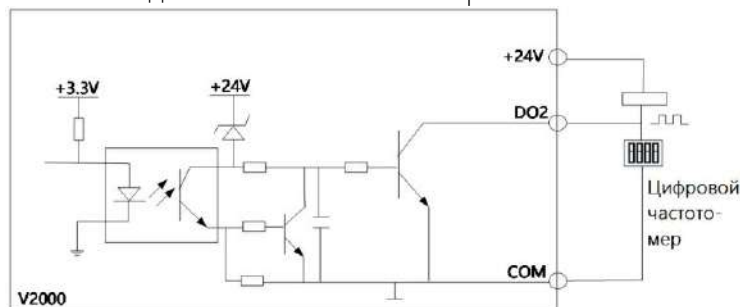

Рис. 3-15 Метод подключения 2 для клемм DO 2
- Когда DO2 применяется в качестве импульсного выхода, он также может использоваться с включением питания. Подключение показано на рис. 3-15.